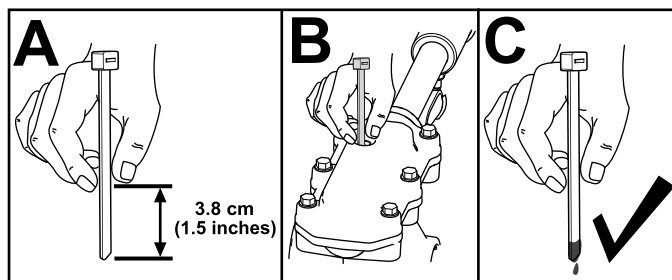

Рисунок 38
3. Проверьте уровень масла, используя подходящее приспособление для измерения, такое как чистая кабельная стяжка. Уровень масла должен находиться приблизительно на 3,8 см ниже отверстия заливной горловины (Рисунок 38).